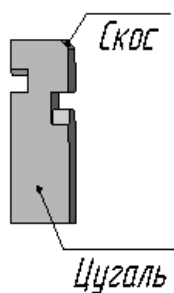

Рис. 2.
3. По очереди извлекаем десять кодирующих пластинок – цугалей (рис. 2).
15. Возвращаем на место все десять пластин - цугалей скосами вверх (рис. 2). Пластины кодовых кнопок должны располагаться скосами в направлении к оси корпуса замка, а пластины некодовых - от оси замка.